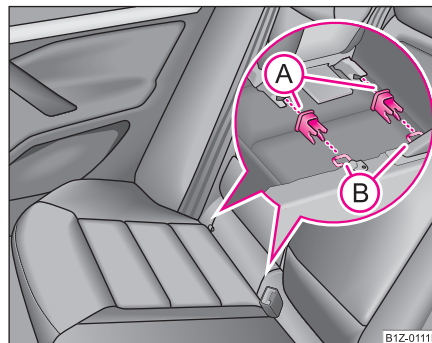

Fig. 173 Argollas de sujeción (sistema ISOFIX)
- Introduzca los conos receptores (A) en las argollas de sujeción (B) entre el respaldo y la banqueta ⇒ fig. 173.